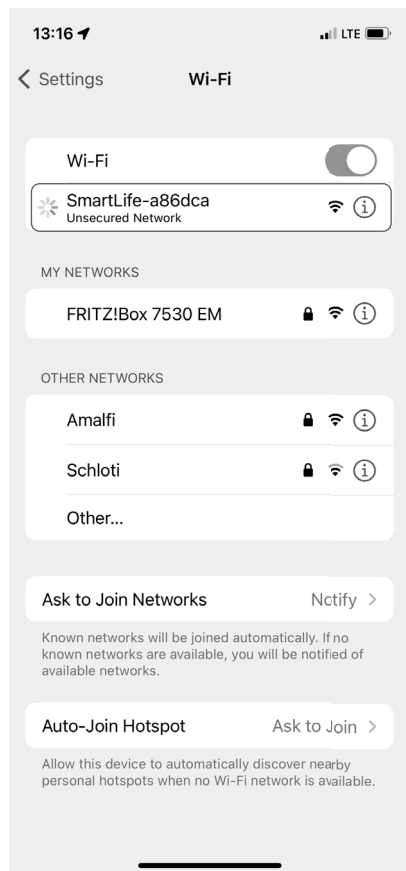

Fig. 9
- ▶ Ahora seleccione la red del robot aspirador en «Redes disponibles» en su *smartphone/tablet SMARTLIFE-XXXX* (**fig. 9**).